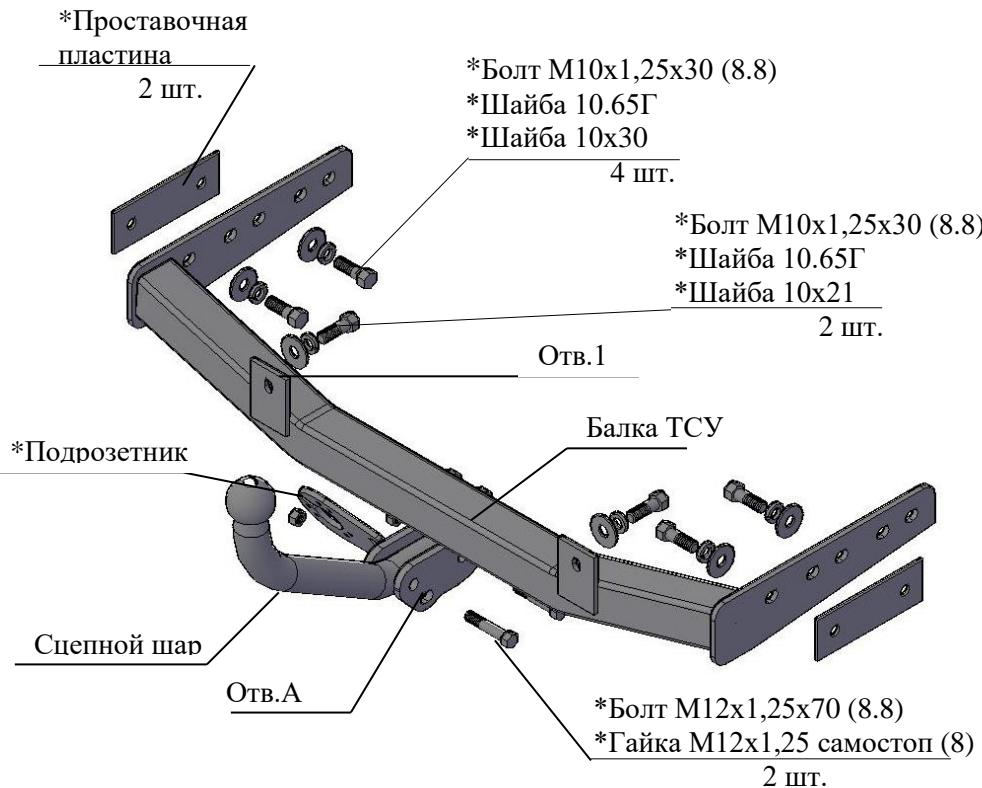

Рис.1 Тягово-сцепное устройство ТСУ 2190.01.С
2.1 ТСУ 2190.01С в сборе (рис.1)	1 шт.
2.2 Пакет с комплектующими (см. рис.1)	1 шт.